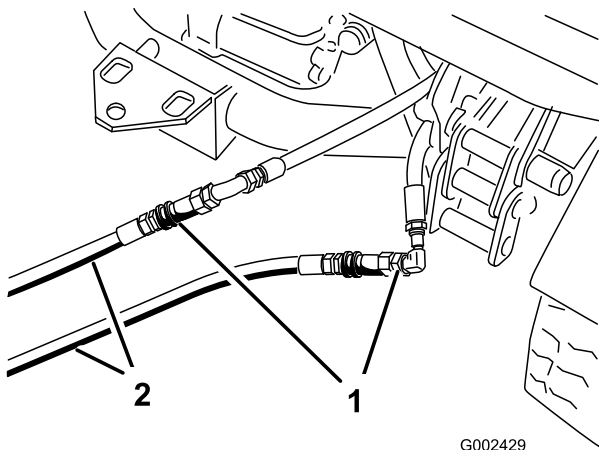

**Figura 75**
2. En ambas máquinas, desconecte las dos mangueras de acoplamiento rápido de las mangueras que están conectadas al soporte de acoplamiento (Figura 75).